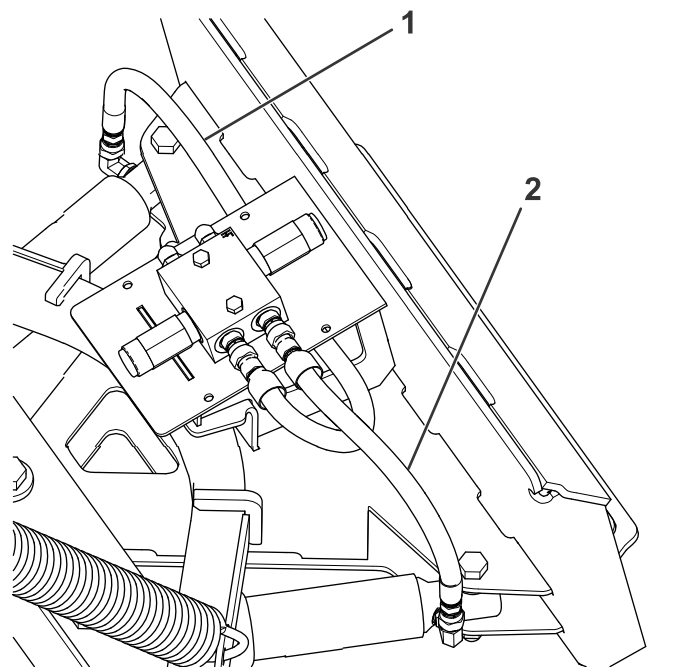

Figure 7
5. Branchez l'extrémité femelle du flexible moyen au raccord à 90° du vérin d'angle droit (Figure 7). Serrez le raccord à la main, puis serrez-le encore de 2 à 3 tours.
6. Branchez l'extrémité mâle du flexible moyen au raccord à 90° du vérin d'angle gauche (Figure 7).
7. Branchez l'extrémité femelle du flexible court au raccord à 90° du vérin d'angle gauche (Figure 7). Serrez le raccord à la main, puis serrez-le encore de 2 à 3 tours.
8. Branchez l'extrémité mâle du flexible court au raccord arrière gauche du bloc hydraulique (Figure 7).